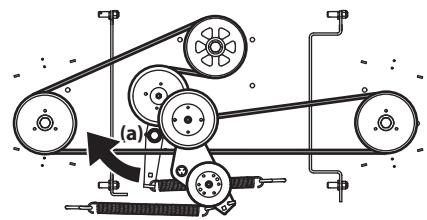

Figure 4-18
- Insérez l'extrémité d'un bras de force de 1/2" dans l'ouverture carrée de 1/2" sur l'ensemble de la poulie de tension (a), puis faites pivoter l'ensemble de la poulie de tension (a) vers la droite. Voir Figure 4-18. Tout en tenant l'ensemble de la poulie de tension (a), desserrez la courroie du plateau de coupe et faites glisser la courroie hors de la poulie.
- Placez la courroie comme indiqué à la Figure 4-18, puis réinstallez le plateau de coupe (voir la section Installation du plateau de coupe à la page 27).